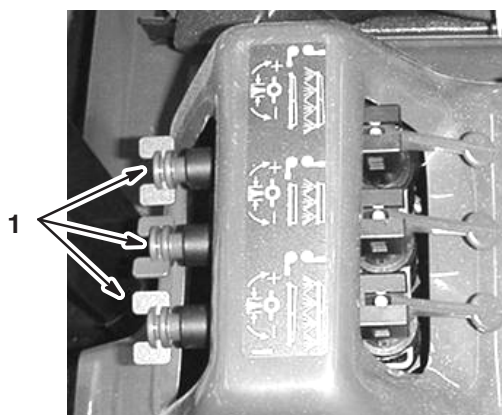

Figure 25
12. Réglez la soupape de dérivation de rampe (Fig. 25) de la rampe que vous avez mise hors service jusqu'à ce que la valeur indiquée au manomètre soit la même qu'au point 10.